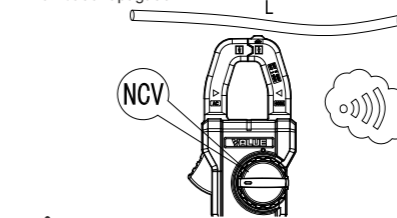

Imagen 4
10.8 Detección de voltaje CA sin contacto (NCV, Imagen 4)